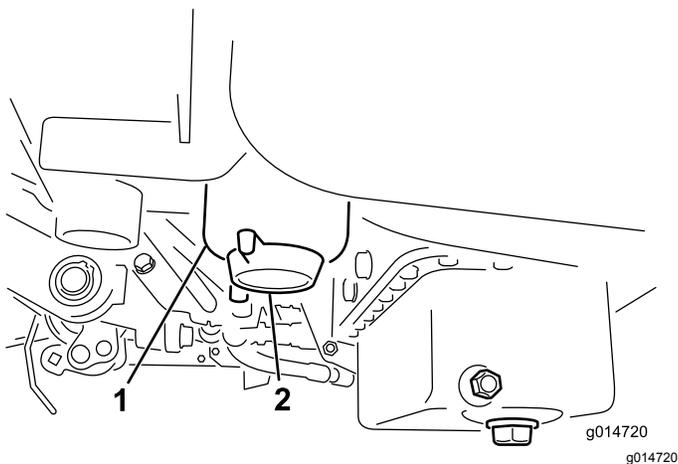

Рисунок 42
2. Очистите область крепления стакана фильтра (Рисунок 42).
4. Откройте сливную пробку фильтра (Рисунок 42).